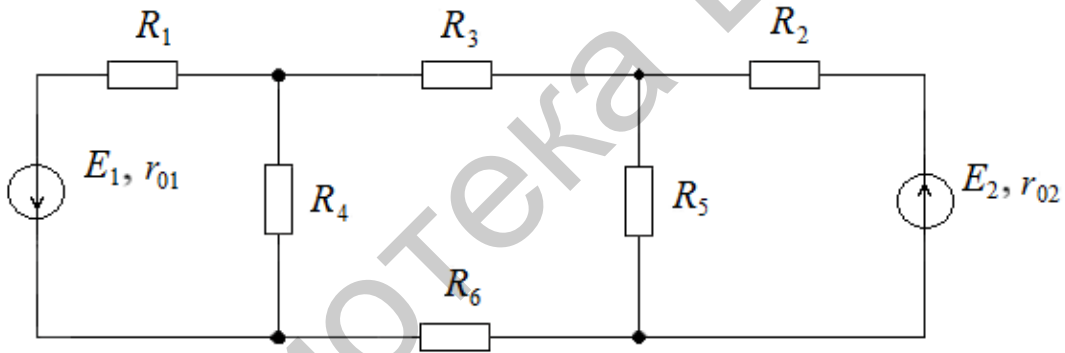

Рис. 113
46. Методом наложения определить все токи для электрической цепи (рис. 113), если $E_1 = 30$ В; $E_2 = 20$ В; $R_1 = 44$ Ом; $R_2 = 54$ Ом; $R_3 = 30$ Ом; $R_4 = 25$ Ом; $R_5 = 60$ Ом; $R_6 = 15$ Ом; $r_{01} = 1$ Ом; $r_{02} = 1$ Ом.